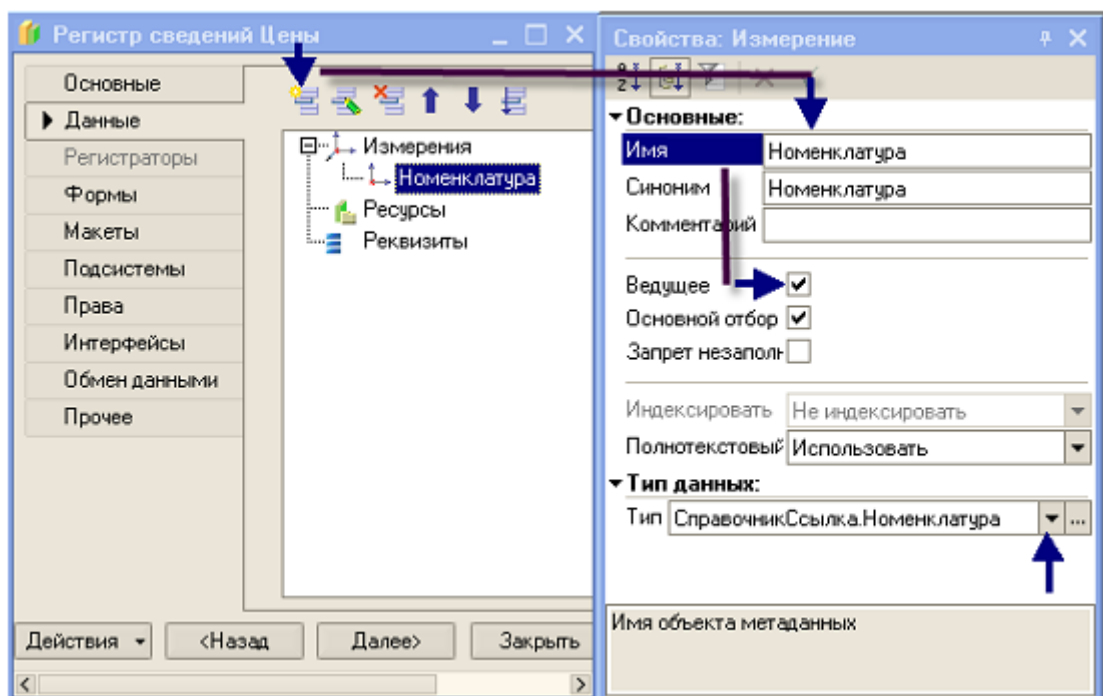

Рис. 83
- перейдите на закладку *Данные* и создайте измерение регистра *Номенклатура* с типом *СправочникСсылка.Номенклатура*, укажите, что это измерение будет *ведущим* (рис. 83). Свойство *Ведущее* говорит о том, что запись регистра сведений нужна только тогда, пока существует этот объект;